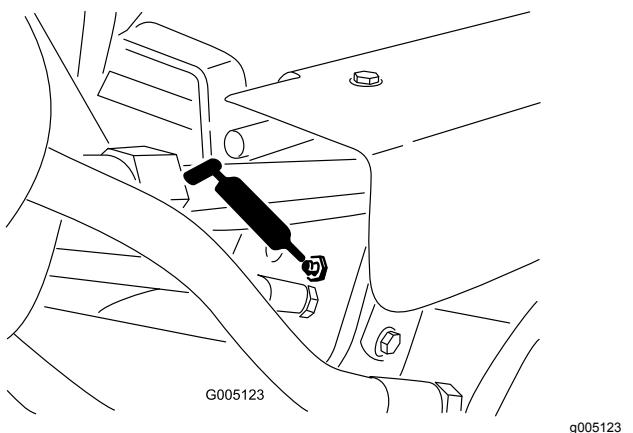

Figura 41
- Cilindri di sollevamento (3) (Figura 41)